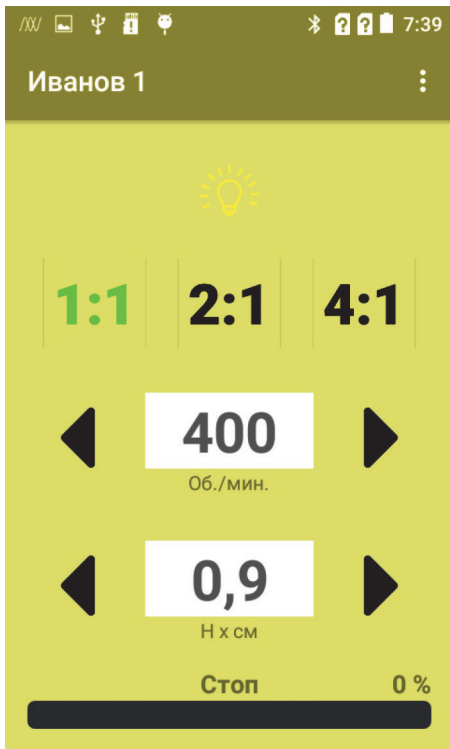

Рис.9. Экран установки параметров эндо режима.
5. При нажатии на имя программы открывается окно управления мотором, Рис.9.
8. В нижней части экрана расположена шкала, схематично отображающая величину момента (торка) на NiTi инструменте, Рис.9.
13. При нахождении на экране (Рис.9.), нажав на кнопку «меню» смартфона (как правило левая нижняя кнопка под экраном смартфона) или при нажатии значка три точки в верхнем правом углу экрана, попадаем в меню со следующими командами: